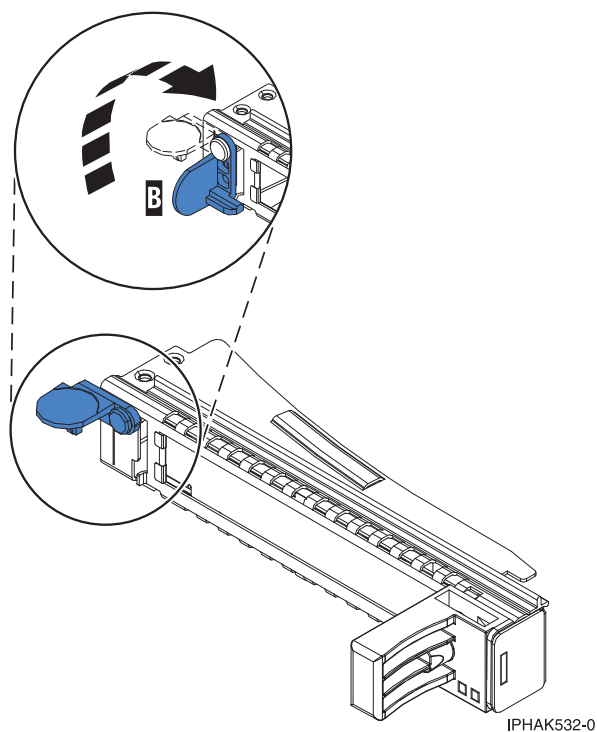

図 21. テール・ストック・クランプのオープン
- フィラー・テール・ストックをアンロックするために、21 ページの図 21 に示すように、カセットのテール・ストック側の端にあるラッチ (B) を回転させます。